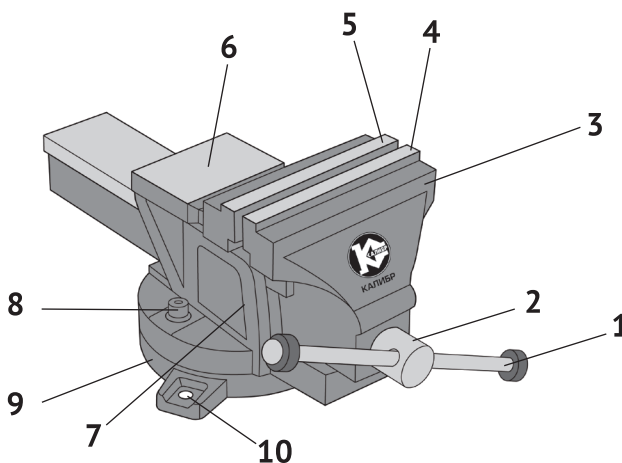

рис.1
4.1 Общий вид представлен на рис.1
4.2 Массивное стальное основание (рис.1 поз.9) крепится к рабочему столу (верстаку) за счёт 3-х крепёжных отверстий (рис.1 поз.10) в лапках. Корпус (рис.1 поз.7) при помощи шарнирного соединения может быть повернуто относительно основания и закреплён винтом фиксации (рис.1 поз.8) в любом, удобном для работы положении. Заготовка крепится между губками перемещением подвижного блока (рис.1 поз.3), вращением рукоятки ходового винта (рис.1 поз.1) мускульным усилием оператора.
6.2 Через отверстия (рис.1 поз.10) основания прочно закрепить тиски болтами к верстаку.
- ослабить винт фиксации (рис.1 поз.8);
- повернуть корпус (поворотный блок рис.1 поз.7) в нужное положение;